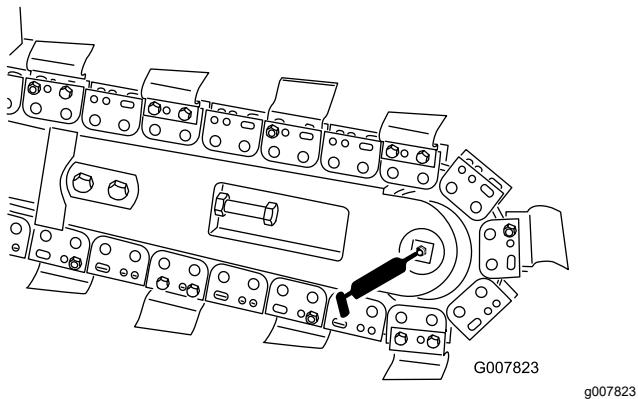

Bild 24
4. Setzen Sie die Fettpresse nacheinander an allen Nippeln an (Bild 22 und Bild 24).